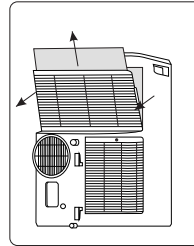

Рис. 1
**Примечание.** Существует два типа решетки нижнего воздухозаборника, см. рис. 1 или рис. 2.